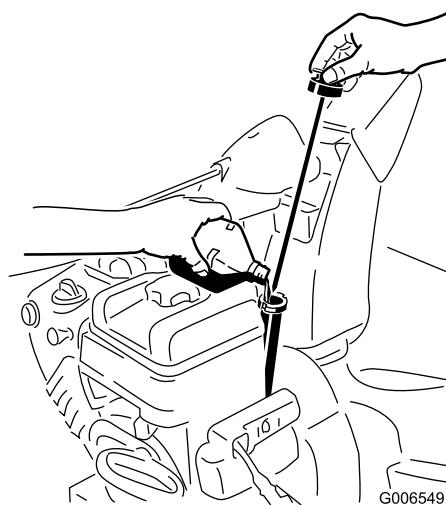

Рисунок 18
1. Выньте щуп для измерения уровня и **медленно** залейте масло в заправочную горловину так, чтобы уровень масла соответствовал метке Full (Полный) на щупе. **Не допускайте переполнения картера**(Рисунок 18).